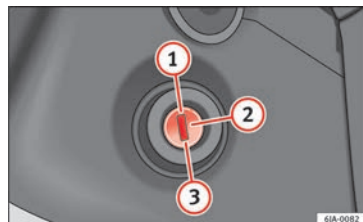

Fig. 173 Posiciones de la llave de contacto.
- Durante la marcha con el motor parado, la llave de encendido tiene que estar siempre en la posición ② » **fig. 173** » pág. 163 (encendido conectado). Esta posición se señaliza encendiéndose los testigos de control. De no respetar esta regla, podría producirse inesperadamente el bloqueo de la dirección – ¡Peligro de accidente!
- El motor de arranque se puede accionar (posición de la llave en el encendido ③ » **fig. 173** » pág. 163) sólo si el motor está parado. Al accionar el motor de arranque con el motor en movimiento, este puede sufrir daños.
- Pise el pedal del embrague a fondo y arranque el motor **③** » » » **fig. 173** » » » pág. 163, sin pisar el pedal de gas. Mantenga pulsado el pedal del embrague hasta que el motor no arranque.
- Suelte la llave de contacto en cuanto se ponga en marcha el motor. La llave vuelve a la posición **②**.
- Si al cabo de unos 10 segundos el motor no se pone en marcha, vuelva la llave a la posición **①**. Repita la acción transcurridos unos 30 segundos.
Pare el motor girando la llave del encendido hasta la posición **①** » » » **fig. 173** » » » pág. 163.